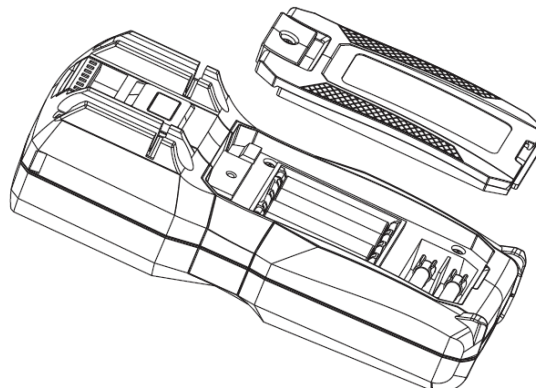

Рисунок 15
11.2 Замена батарей и предохранителей (Рис.15)